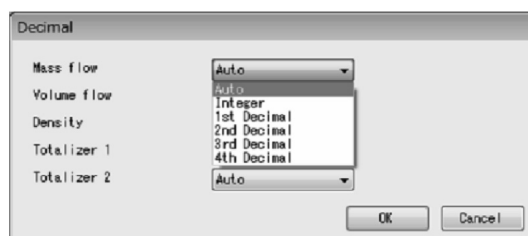

図85
- ③ 図85のように、それぞれの右側の矢印をクリックしてドロップダウンリストの中から設定する小数点を選択して下さい。